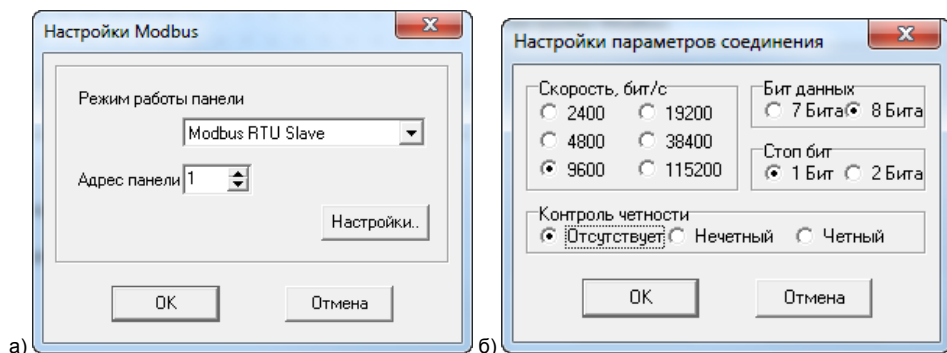

Рис. 7.1. Окна «Выбор ПЛК» (а) и «Настройки параметров проекта» (б)
3. В диалоговом окне выбор типа соединения с ПЛК – выбрать Modbus RTU (Slave). см. рис. 7.1, а.
4. В диалоговом окне выбора типа ПЛК – нажать кнопку «Настройки». В открывшемся окне «Настройки параметров соединения» (см. рис. 7.1, б) – установить необходимые параметры (аналогичные параметрам соединения в ПЛК): Скорость – 115200, Формат данных – 8 Бит, Стоп бит – 1 Бит, Контроль четности – Отсутствует.